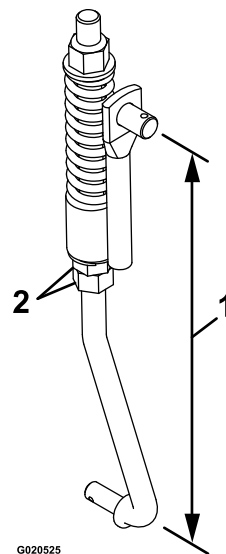

Figura 54
8. Ajuste la longitud del acoplamiento con las 2 tuercas situadas en la parte inferior del conjunto de muelle vertical (Figura 54).